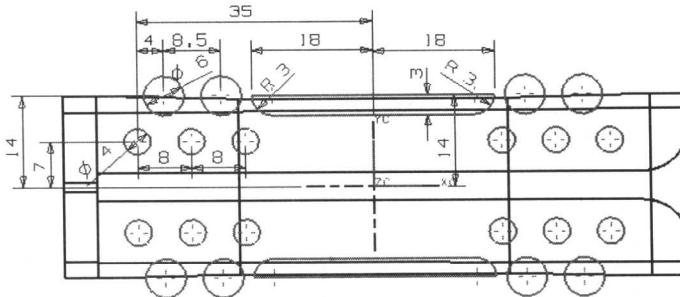

图1-10
8. 在【成形特征】工具条中单击【草图】按钮，弹出【基准平面】悬浮工具条。以默认平面作为草绘平面，然后单击【确定】按钮进入二维草图界面，绘制图 1-10 所示的草图轮廓。